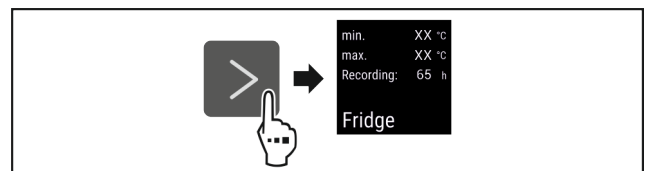

Fig. 128
- ▶ Handlungsschritte (siehe Fig. 128) durchführen.